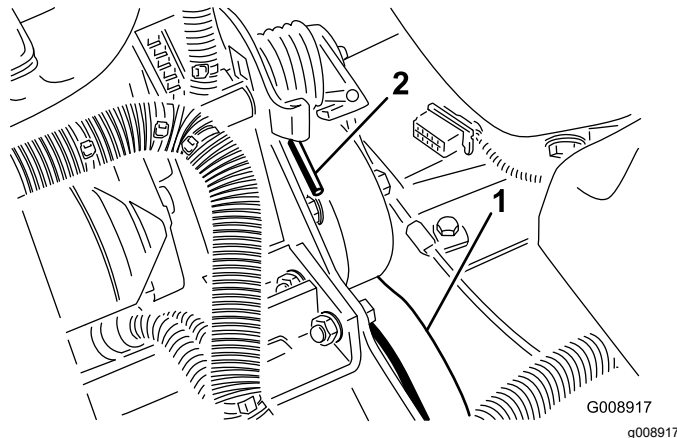

Figura 72
2. Premete l'estremità della molla e spingetela in avanti (Figura 72) per sbloccarla dalla staffa e rilasciare la tensione della molla.